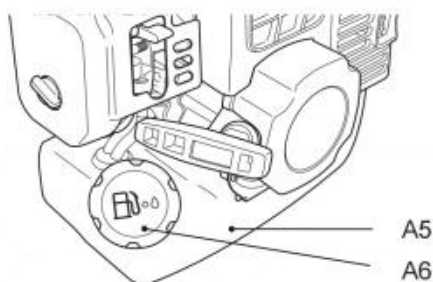

Fig. 25
7. Skruva loss och ta bort bränsletankens lock (A6) (bild 25).